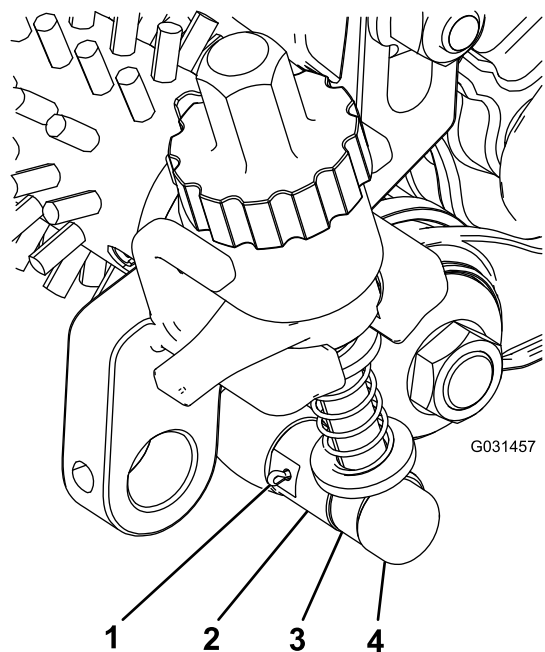

Figura 23
- Allineate l'asta del gruppo del braccio di regolazione accanto al gruppo tendicinghia al collare di regolazione sul gruppo tendicinghia e fissatela con un perno di regolazione e una coppiglia (Figura 23).